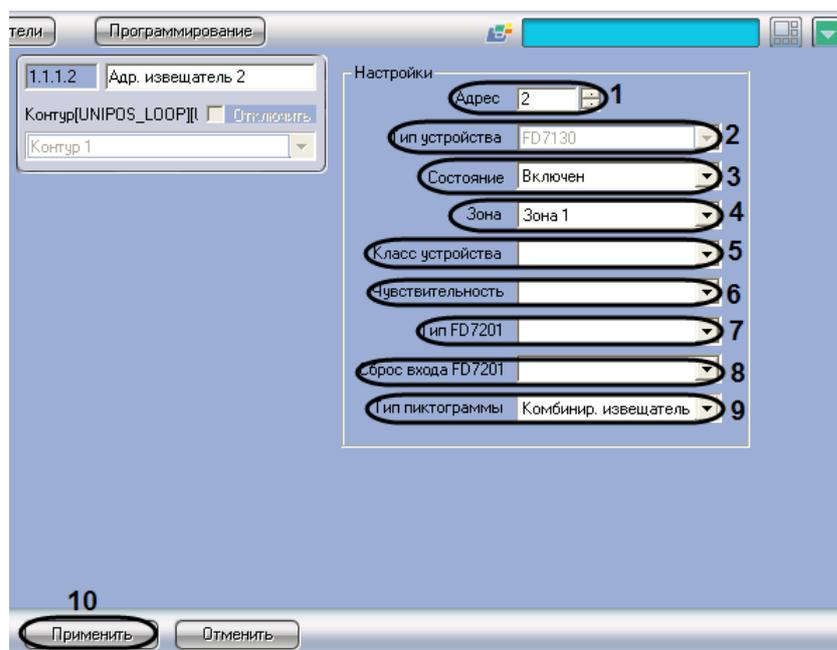

Рис. 3.5-2 Настройка адресного извещателя
1. Перейти на панель настройки объекта **Адр. извещатель** (Рис. 3.5-2).
2. В поле **Адрес** ввести с помощью кнопок **вверх-вниз** адрес извещателя в CAN-сети *ОПС Unipos* (см. Рис. 3.5-2, **1**).
3. В поле **Тип устройства** автоматически отображается тип используемого извещателя (см. Рис. 3.5-2, **2**).
4. Из раскрывающегося списка **Состояние** выбрать состояние извещателя (**включен/выключен**) (Рис. 3.5-2, **3**).
5. Из раскрывающегося списка **Зона** выбрать пожароизвещательную зону, к которой требуется отнести пожарный извещатель (см. Рис. 3.5-2, **4**).
6. Из раскрывающегося списка **Класс устройства** выбрать температурный класс пожарного извещателя (см. Рис. 3.5-2, **5**).
7. Из раскрывающегося списка **Чувствительность** выбрать требуемый уровень чувствительности устройства (см. Рис. 3.5-2, **6**).
8. В случае, если устройство имеет тип **FD7201** или **FD7201S**, из раскрывающегося списка **Тип FD7201** выбрать требуемую конфигурацию устройства (контролируемый выход или адаптер) (см. Рис. 3.5-2, **7**).
9. В случае, если устройство имеет тип **FD7201** или **FD7201S**, из раскрывающегося списка **Сброс входа FD7201** выбрать требуемый способ перевода устройства из тревожного состояния в спокойное (ручной или автоматический) (см. Рис. 3.5-2, **8**).
10. Из раскрывающегося списка **тип пиктограммы** выбрать пиктограмму адресного извещателя (см. Рис. 3.5-2, **9**).
11. Для сохранения настроек во внутренней базе данных ПК *Интеллект* нажать кнопку **Применить** (см. Рис. 3.5-2, **10**).